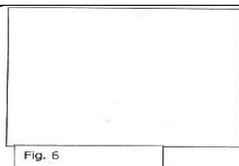

Рис. 6
2. Шланг от баллона с инертным газом присоедините к стыку, который находится сбоку/сзади вакуумного упаковщика (рис. 6, поз. 1), используя соответствующий зажим, а затем на манометре баллона с газом задайте давление 1 АТА (атмосфера избыточного давления).